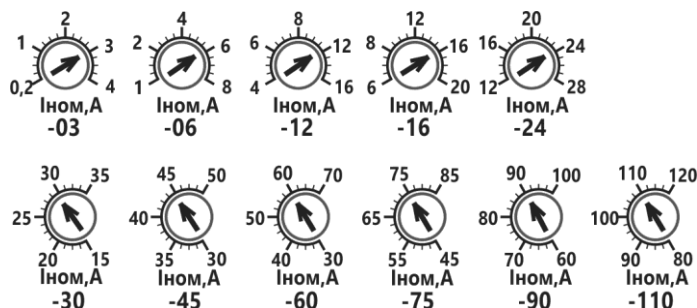

Рисунок 5 Диапазоны настройки **Iном**
1.7.2 Номинальный ток электродвигателя «**Iном, А**» используется для функции электронной тепловой защиты электродвигателя (см. таблицу 8, код защиты АЗ), а также в качестве базового для настройки «**Iоткл, %**». Диапазоны настройки потенциометров для исполнений по току приведены на рис.5.